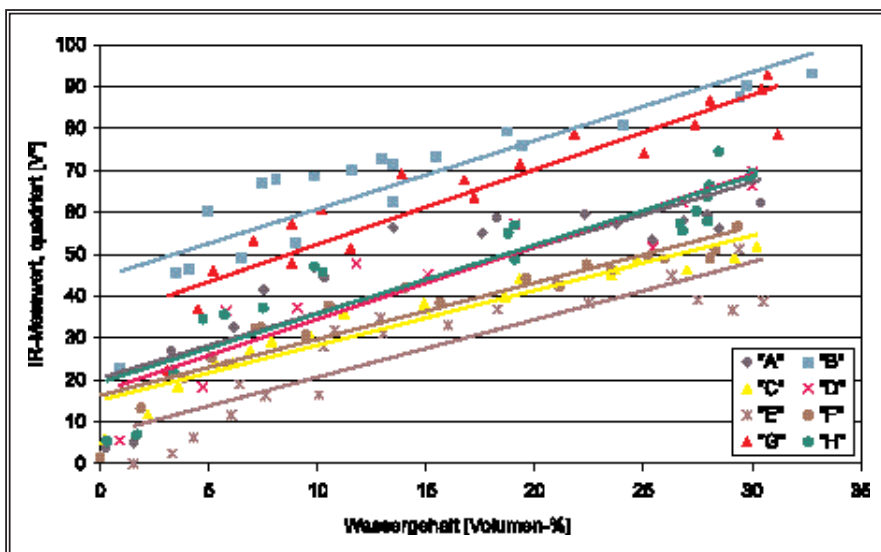

Abbildung 9: Messreihen des Oberflächenscanners mit quadrierten IR-Messwerten Y in Abhängigkeit vom volumetrischen Wassergehalt x'.
Da sich die Lagerungsdichte mit unterschiedlichem Wassergehalt verändert, wurde die in Bezug auf den gravimetrischen Bodenwassergehalt durchgeführte Regressionsanalyse der quadrierten IR-Messsignale (Y) auch in Abhängigkeit des volumetrischen Wassergehaltes (x') ausgeführt. So sollte der Einfluss der Lagerungsdichte auf die Ergebnisse untersucht werden (Abbildung 9, Tabelle 4).